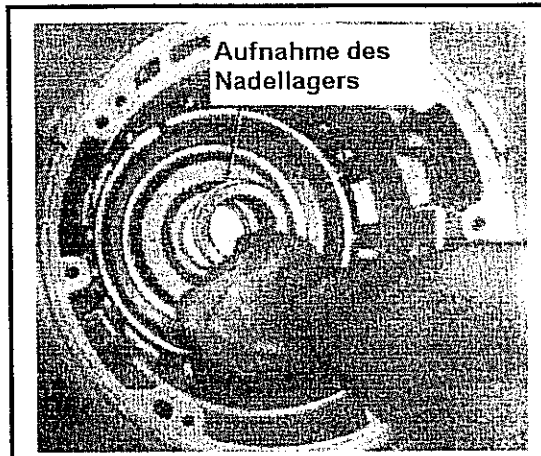

Abb. 10-117 Nadellager zur Aufnahme des Axialdrucks
- Das Drucklager zur Aufnahme des Axialdrucks (Nadellager) zwischen dem Getriebegehäuse und dem Planetenradträger einsetzen. Die Kante am Lager muß hierbei unbedingt im eingebauten Zustand zum hinteren Ende des Getriebes zeigen. Siehe Abb. 10-117.